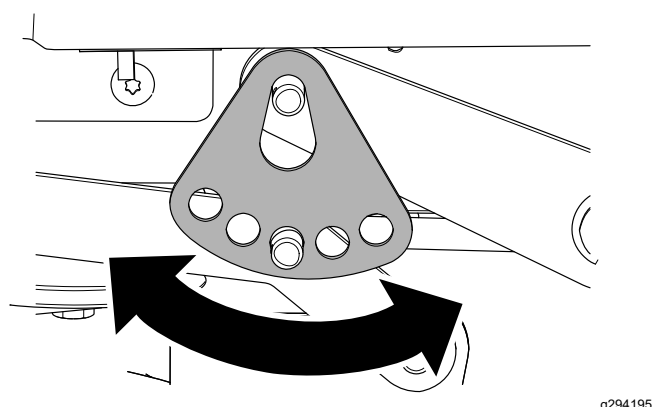

Bild 74
7. Drehen Sie die Schnitthöhenplatte in ein anderes Loch, so dass sie das Gewicht des Mähwerks nach der Montage der Platte trägt (Bild 74).
8. Montieren Sie die Unterlegscheibe und den Splint (Bild 74).